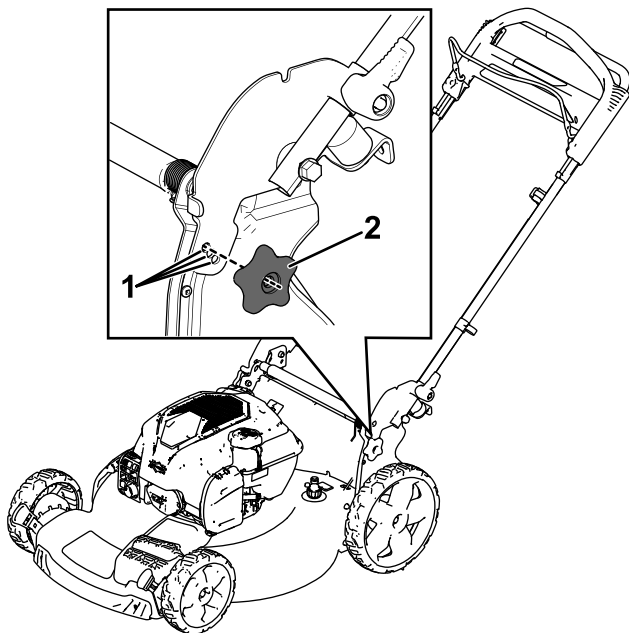

Figura 11
Você pode levantar ou abaixar a alça em uma das 3 posições que for mais confortável para você (Figura 11).
1. Remova os parafusos e manípulos da alça (Figura 11).